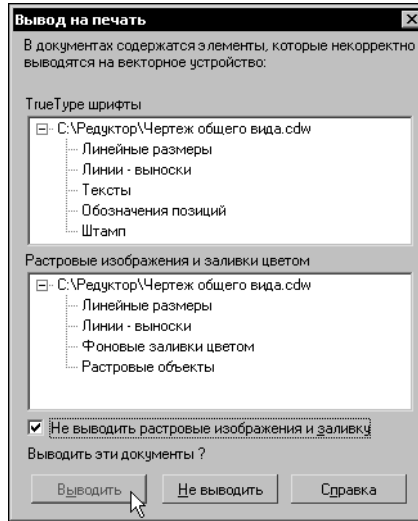

Рис. 79.8. Предупреждение при печати на векторное устройство
- ▼ Такие графические объекты, как шрифты TrueType, сплошные заливки цветом и растровые изображения, не могут быть корректно выведены на векторное устройство. Поэтому при попытке напечатать документ, содержащий перечисленные объекты, на экране появляется предупреждение (рис. 79.8).